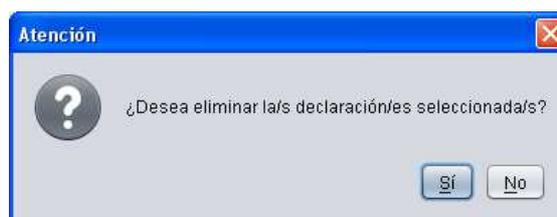

Fig. 73
- **Eliminar declaración:** Se utiliza este botón para borrar una declaración previamente seleccionada de la base de datos. Hay que tener en cuenta que la declaración se elimina completamente de la base de datos, pero aparece antes una ventana de advertencia que permite detener el proceso de eliminación (Fig. 73).